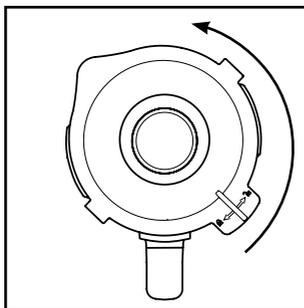
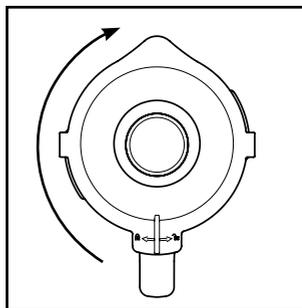

Fig. 1
Fig. 2
- 1) Détachez le bol mixeur ③ tout droit vers le haut du bloc moteur ⑥.
- 2) Retirez le couvercle ② en le tournant dans le sens anti-horaire en direction de la position  (voir fig. 1), jusqu'à pouvoir le retirer par le haut.
- 3) Remplissez le bol mixeur ③.
- 4) Appuyez à nouveau fermement le couvercle ② sur le bol mixeur ③ de manière décalée. Refermez le couvercle ② en le tournant dans le sens horaire jusqu'à ce qu'il encrante audiblement en position  (voir fig. 2). Veillez à ce que le bec verseur du bol mixeur ③ soit fermé. Le moteur ne peut démarrer que si le couvercle ② est posé de manière alignée.